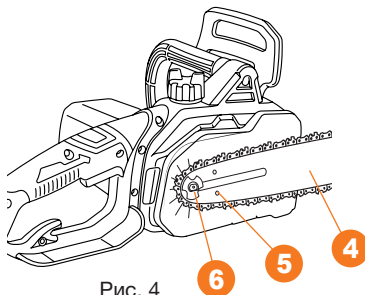

Рис. 4
- Сориентируйте направление зубьев цепи по стрелке на корпусе, наденьте ее на ведущую звездочку, уложите цепь в пазы шины (Рис. 4).